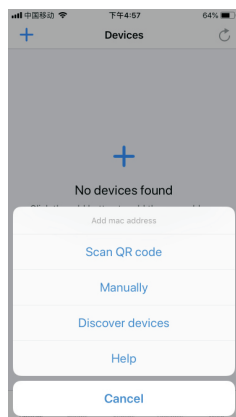
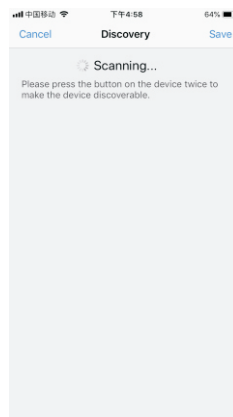

Figura 4
Figura 5
4. Executar a aplicação EasyThings, tocar no botão de adição "+" na aplicação para adicionar o dispositivo, escolher "Discover devices" (Descobrir dispositivos) para descobrir o dispositivo e, em seguida, premir brevemente o botão "K2" no controlador do motor da cortina duas vezes (ou reiniciar a alimentação do controlador duas vezes continuamente) para colocar o dispositivo em emparelhamento com o modo APP. (Conforme ilustrado na Figura 3 e Figura 4 e Figura 5)